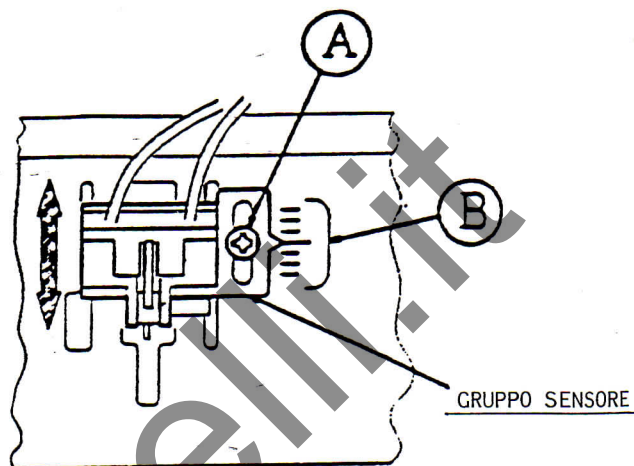

Fig. 6
- 2) Svitare la vite "A" posta sulla cassetta del sensore. Muovere questa verso l'alto od il basso per regolare la corretta posizione verticale di stampa sulla scheda. Fare riferimento alla scala graduata "B" posta sul lato destro del sensore. - Fig. 6